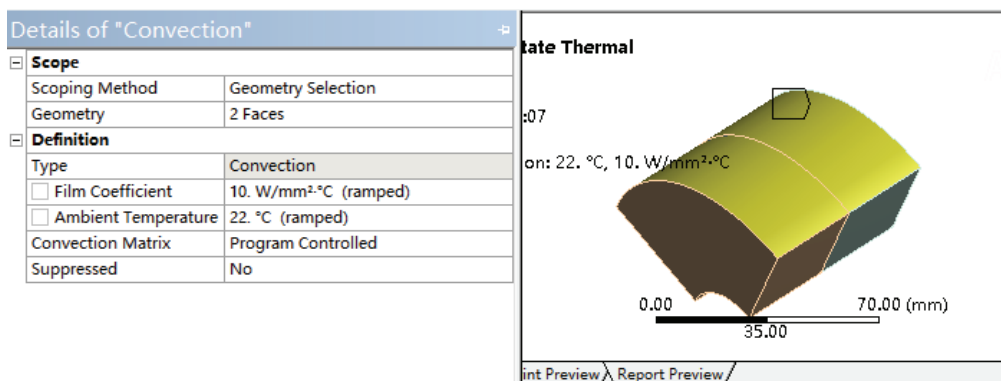

图 22-12 Convection 选项细节设置
5) 选择 Convection, 在其细节图中设置 Film Coefficient 为 $10\text{W/mm}^2 \cdot ^\circ\text{C}$, 如图 22-12 所示, 然后选择两个体的外表面, 再到 Geometry 中单击确认。